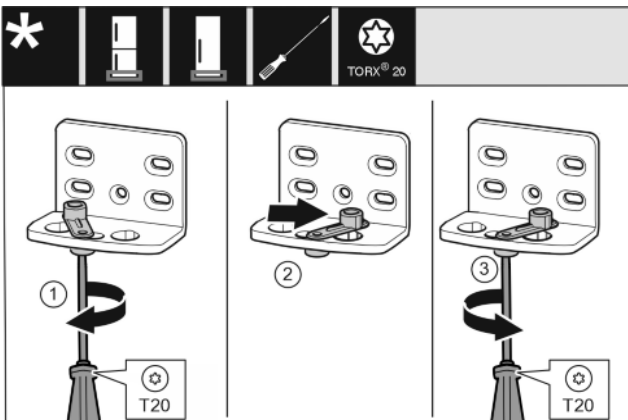

Fig. 14
- ▶ Schraube mit Schraubendreher T20 lose schrauben. Fig. 14 (1)
- ▶ Türschließhilfe anheben und um 90° nach rechts in Bohrung drehen. Fig. 14 (2)
- ▶ Schraube mit Schraubendreher T20 festschrauben. Fig. 14 (3)